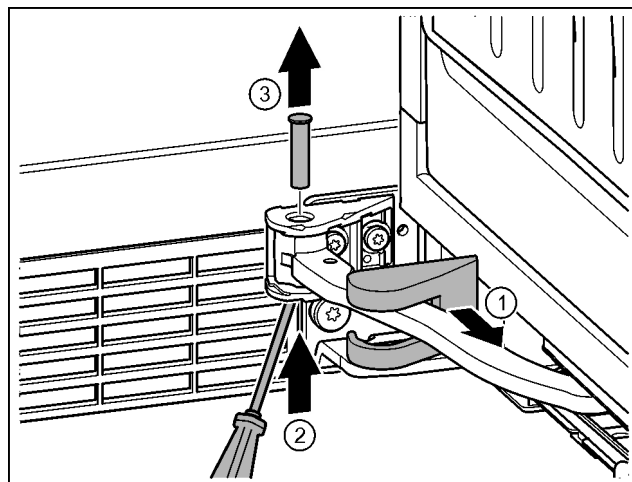

Fig. 15
- Retire la cubierta del soporte de cojinete y desplácela a lo largo de la articulación. Fig. 15 (1)
- Levante el perno desde abajo con el dedo o un destornillador. Fig. 15 (2)
- Desplácelo con un destornillador por debajo de la cabeza del perno y extraígallo. Fig. 15 (3)